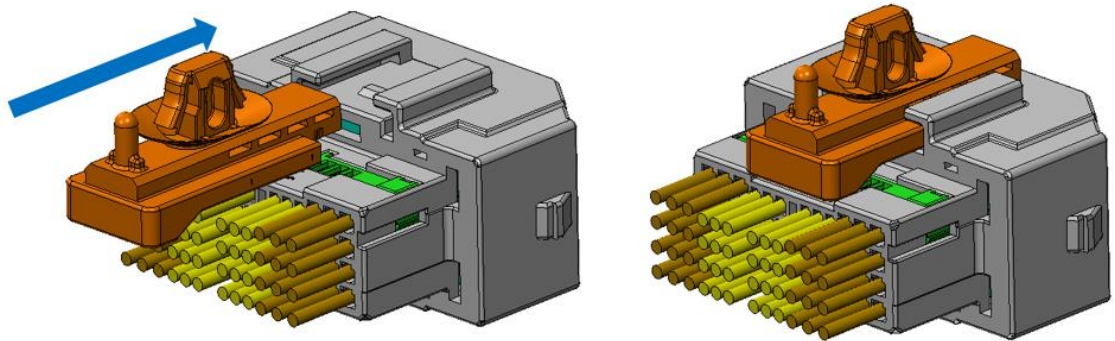

Fig. 12
- '딸깍' 소리가 날 때까지 누르시오. (Fig. 12 참조)